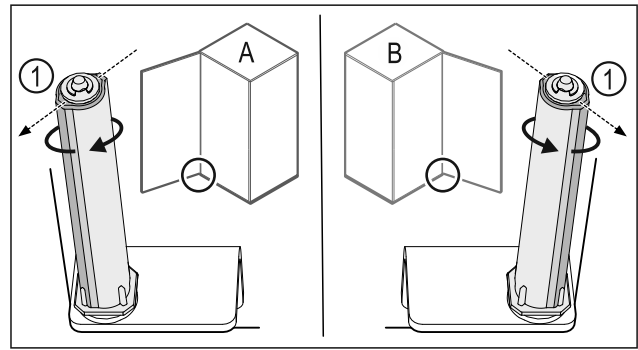

Fig. 35 Ovi avautuu vasemmalle (A) / ovi avautuu oikealle (B)
- ▶ Kierrä sulkuyksikköä vastusta vasten niin pitkälle, että sulkujärjestelmän porras Fig. 35 (1) osoittaa ulospäin.